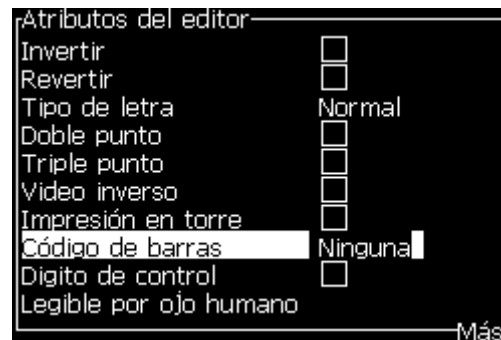

Figura 5-55: Seleccione el tipo de código de barras
- 2 Pulse la tecla F3 o ALT + E y seleccione *Atributos en línea* para abrir la pantalla *Atributos del editor* (Figura 5-55 en la página 5-65).